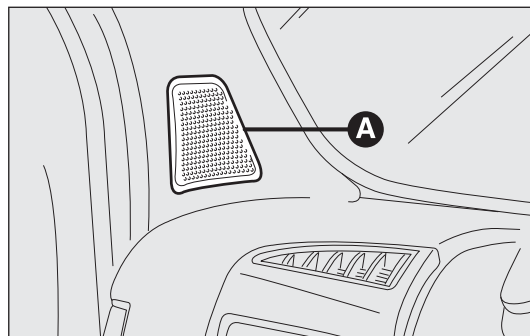

fig. 128
- ☐ 2 tweeters A situados en los montantes delanteros (potencia 30W máx. cada uno) fig. 128;